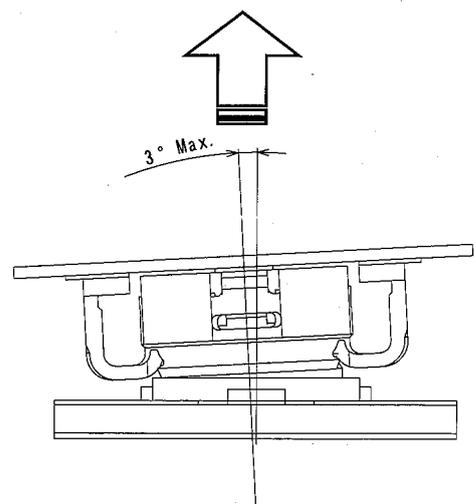

図 8 (Fig.-8)
- ・プラグコネクタ抜去時、抜去許容角度は 3° Max.です。(図 8)